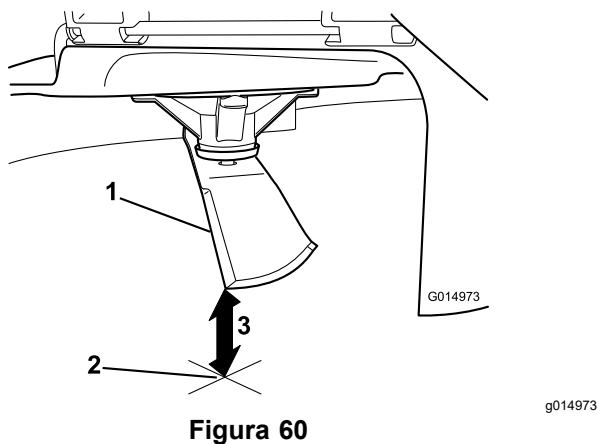

**Figura 59**
- Gire la misma cuchilla 180 grados de manera que el otro extremo esté en la misma posición (Figura 59).